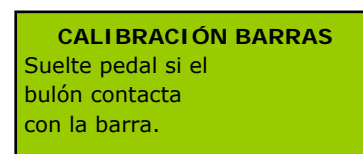

Figura 18.
- Giro en avance hasta que detecte que el bulón ya ha llegado a la barra, es decir, observe que la máquina deje de girar en vacío. En esta fase se visualiza en pantalla la información que se muestra en la Figura 18.